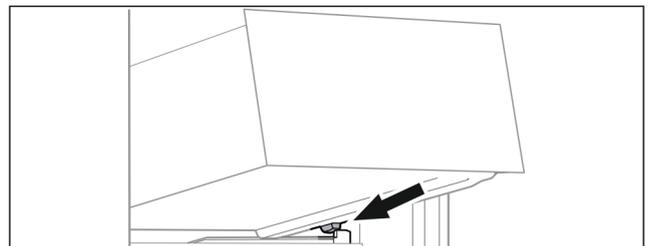

Fig. 57
- ▶ Встановити висувний ящик за стопорами на ребро для резервуару навкосо. (див. Fig. 57)